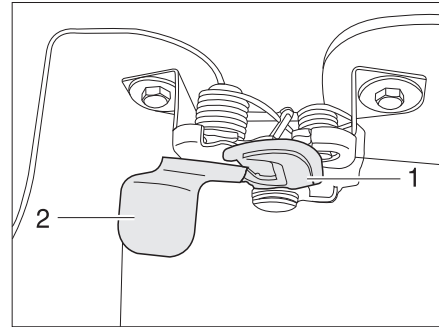

Fig. 25 Palanca de desbloqueo del capó del motor, en el exterior
- Meter una mano debajo del capó del motor y activar el gancho de retención (Fig. 25,1). Para esto meter la mano detrás de la placa (Fig. 25,2) y tirar la placa hacia delante.